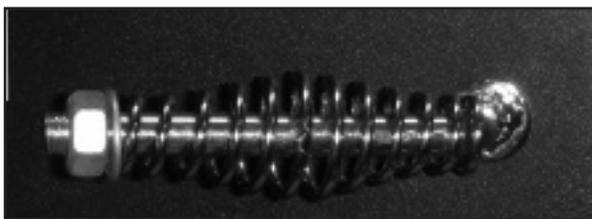
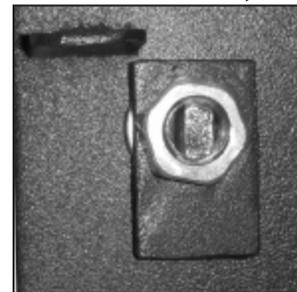

Figura 7
Figura 8
8. Instale el mango de la puerta de acceso trasera; para ello, utilice (1) mango de agarre aislante con roscas de 1 pulg., (1) seguro (lengüeta de acero), (1) arandela plana, (1) tuerca y (1) arandela de seguridad. Introduzca el extremo del mango, plano y roscado, a través de la puerta de acceso trasera, como se muestra en la **Figura 7**. Mantenga el mango de agarre aislante en posición horizontal. Coloque la arandela plana sobre el extremo del mango, plano y roscado, en el lado interior de la puerta de acceso trasera. Coloque el seguro (lengüeta de acero) sobre el extremo del mango, plano y roscado, en el lado interior de la puerta de acceso trasera. El seguro rectangular debe colocarse en el mango con el lado largo hacia abajo (vea la **Figura 8**) de modo que cuando la puerta se cierre y el mango se gire a la posición de cerrado, éste se trabará detrás del cuerpo del ahumador para mantener la puerta cerrada. Coloque la arandela de seguridad contra el seguro. Ajuste con la tuerca proporcionada. Para asegurar la puerta de acceso trasera cuando está cerrada, ciérrela y gire el mango hacia abajo para que el seguro quede en su lugar.